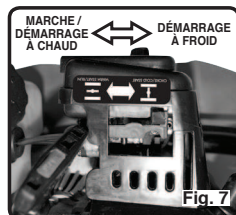

Fig. 7
3. Déplacez le levier de l'étrangleur, en position de démarrage à froid (cold start) (Voir Figure 7)
7. Après avoir démarré et laissé fonctionner le moteur pendant 10-15 secondes, déplacez le levier de l'étrangleur en position de "marche / démarrage à chaud" (run/warm start). (Voir Figure 7)
3. Déplacez le levier de l'étrangleur, en position de démarrage marche / démarrage à chaud" (run/warm start) (Voir Figure 7)